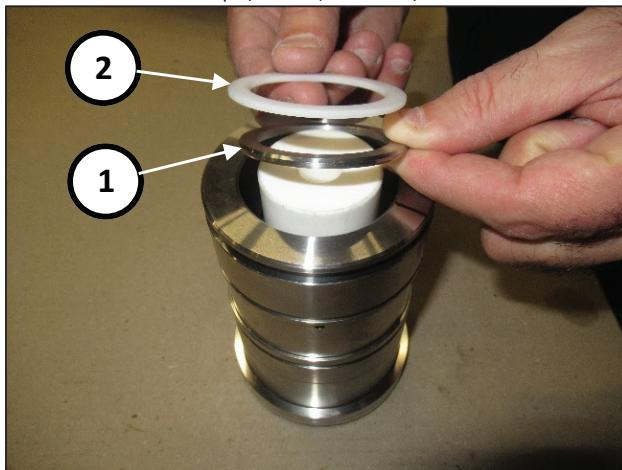

Рис. 178
Вставьте кольцо пружины (поз. ①, Рис. 178) и маслосъемное кольцо (поз. ②, Рис. 178).